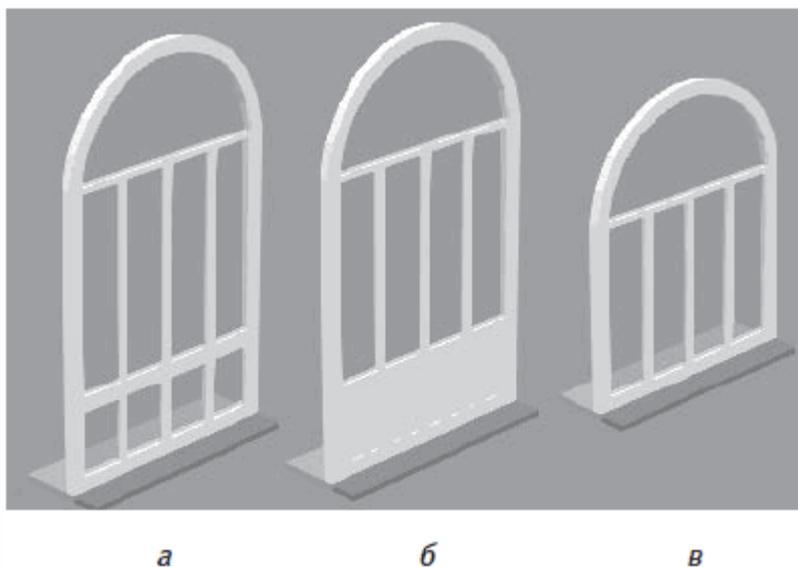

Рис. 2.39. Редактирование нижней части окна: с незаполненными перилами (а), с заполненными перилами (б), без перил (в)
- Флажок с элементом перил запрещает или разрешает создание в конструкции окна отдельного нижнего фрагмента (рис. 2.39, а и в). Если флажок снят, все остальные элементы управления области Элемент перил неактивны.
- Флажок Заполнено делает нижнюю часть окна сплошной (рис. 2.39, б).